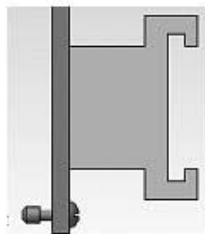

Рис. 3.51. Результат перемещения ручки
8. После установки винта следует уточнить расположение детали ручка. Для перемещения компонента нажмите на кнопку Переместить компонент на панели Редактирование сборки, при этом курсор поменяет форму. Установите курсор на деталь Ручка, нажмите левую кнопку мыши и, не отпуская ее, переместите деталь вниз в новое положение, которое не будет препятствовать доступу к невыпадающему винту (рис. 3.51).